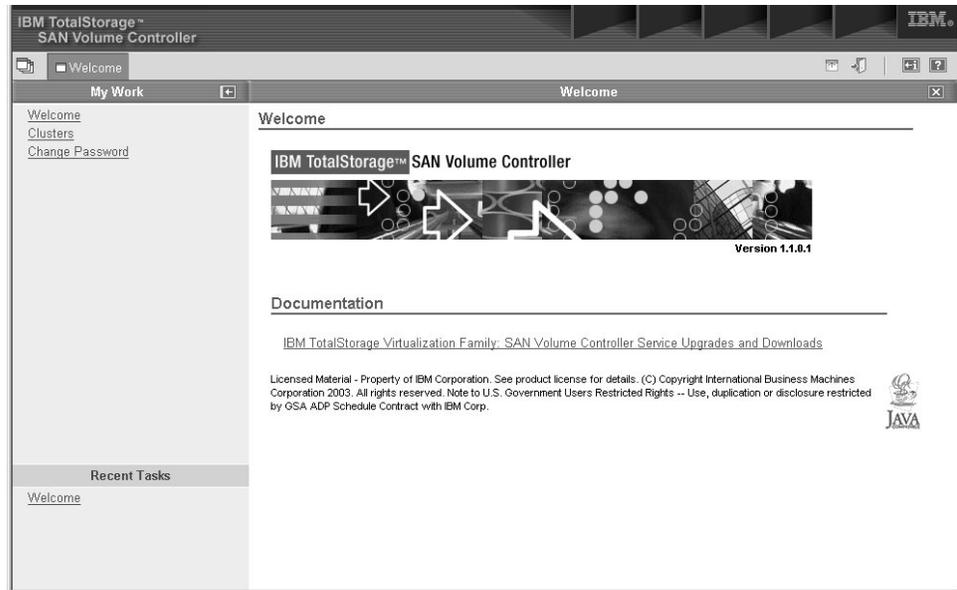

図 20. SAN ボリューム・コントローラー・コンソール「ようこそ」パネル
2. 指定した SAN ボリューム・コントローラー・コンソールのユーザー名とパスワードを入力します。以下の「ようこそ」パネルが表示されます。5 ページの図 20を参照。